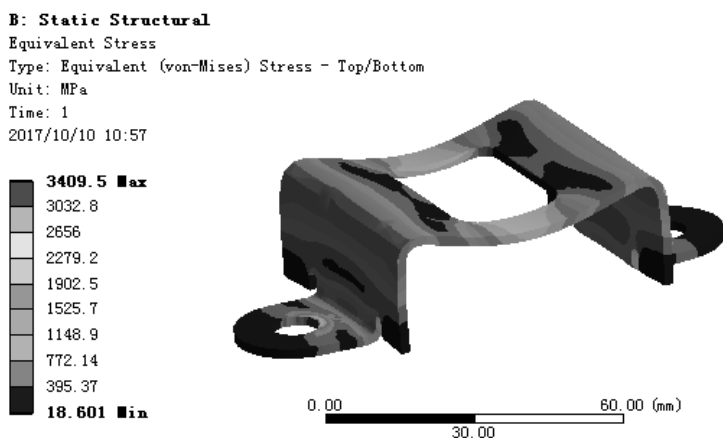

图 7.4.10 应力结果图解
(1) 求解分析。在顶部工具栏中单击  **Solve** 按钮求解分析。
(2) 查看应力结果图解。在“Outline”窗口中选中  **Equivalent Stress**，查看图 7.4.10 所示的总应力结果，其最小应力为 18.601MPa，其最大应力为 3409.5MPa。